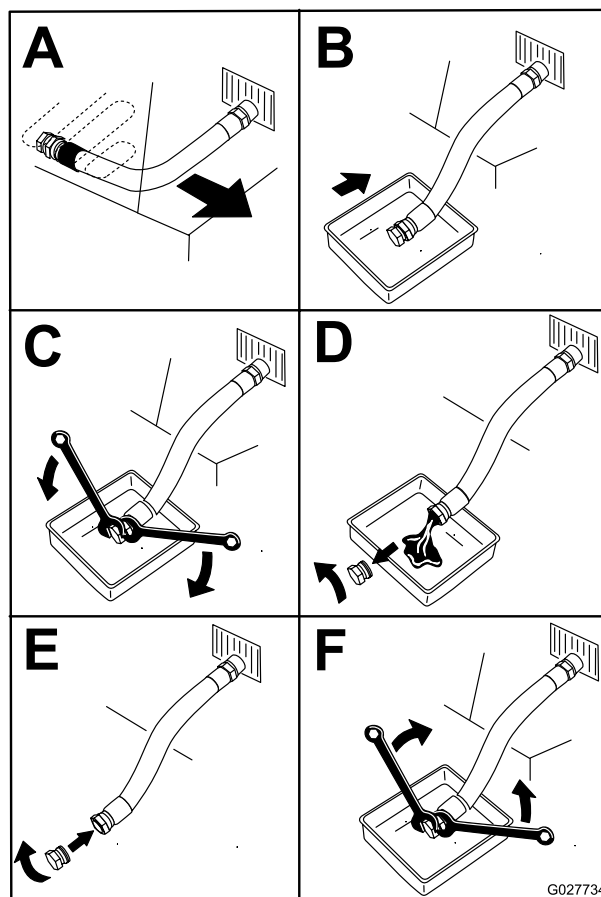

Bild 55
4. Stellen Sie vor dem Verlassen des Fahrersitzes den Motor ab, ziehen den Schlüssel ab und warten, bis alle beweglichen Teile zum Stillstand gekommen sind (Bild 55).